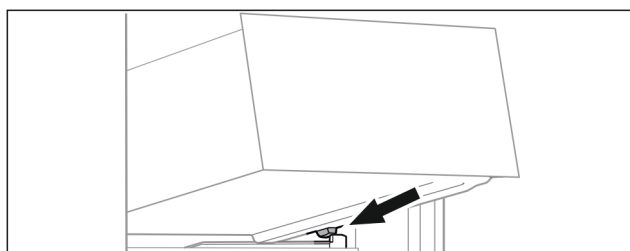

Fig. 57
- ▶ Założyć szufladę pod skosem za stoperami na żebrze pojemnika. (patrz Fig. 57)